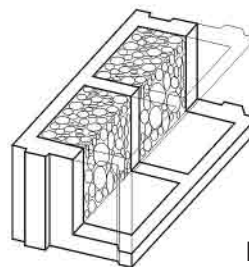

Рис. 6
2. Блоки толщиной 37,5 и 30 см также используются в качестве венцовых. В зависимости от толщины перекрытия стенки универсального блока срезаются до нужного размера по высоте, чтобы придать блоку L-образную форму (рис.6).